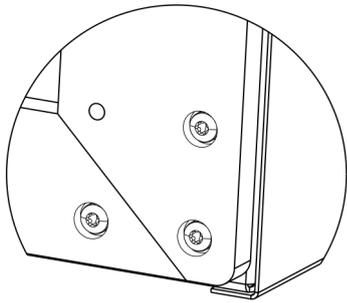

Abb. 3: Detail Befestigungsplatten
3. Verschrauben Sie die 4 Befestigungsplatten mit den 12 Stück Torx Flachkopfschrauben M6 x 16 an der Unterseite. Die Senkungen der Befestigungsplatten müssen nach außen zeigen (Abb. 3).